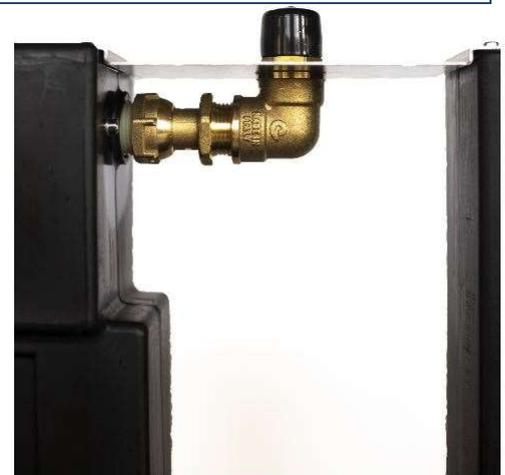

Bild 8.3.1
- Den Trinkwasseranschluss „Panzerschlauch“ (im Lieferumfang enthalten) fach-/ und sachgerecht mit der TWTS-Hader verbinden (siehe Bild 8.3.1);